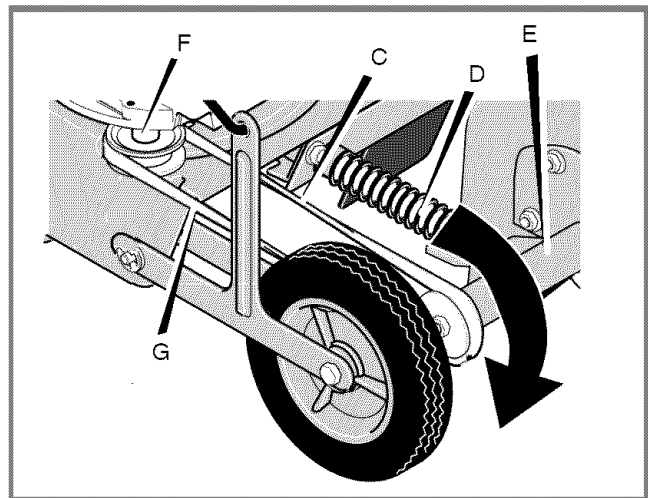
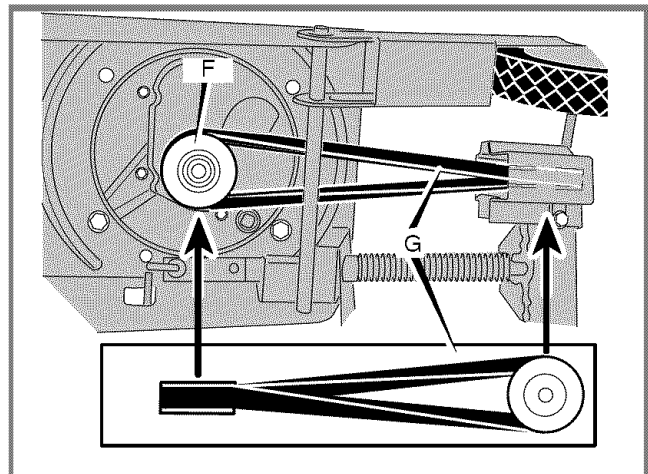

Figura 16: Extracción de la correa
Figura 17: Giro de la correa
- 4 Con cuidado, fíjese en la vuelta de la correa (G) alrededor de la polea motriz (F) (ver Figura 16 y Figura 17).
- 5 Afloje la tensión de la correa empujando la cubierta del buje de la cuchilla (E) hacia el motor para comprimir el resorte (D) (ver Figura 16). Retire la correa vieja. Reemplácela con un repuesto original.
- 6 Para instalar una nueva correa, siga los pasos anteriores en orden inverso. Asegúrese de girar la nueva correa como se muestra en Figura 17.